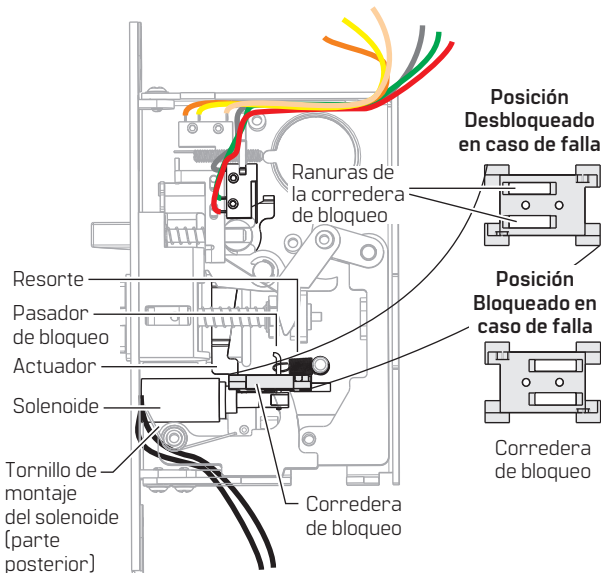

Figura 6 Conversión al modo Desbloqueado en caso de falla/ Bloqueado en caso de falla (se muestra LSEM303)
- 5.1 Retire el tornillo de montaje del solenoide (situado en la parte posterior de la vista de la **Figura 6**).
- 5.4 Desconecte el resorte y retire la corredera de bloqueo y el solenoide (ver la **Figura 6**).
- 5.9 Compruebe el funcionamiento según la **Figura 6** antes de volver a instalar la cubierta de la caja con los tres tornillos del paso 5.1.
NOTA: Asegúrese de que el actuador esté encajado en la muesca de la corredera de bloqueo (ver la **Figura 6).**